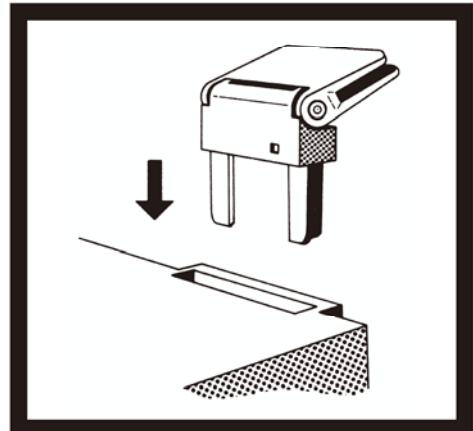

図 2
7. ダストカバーを取り付けるため、ヒンジ 2 個を本体後部の穴（図 2）に差し込むように取り付けます。